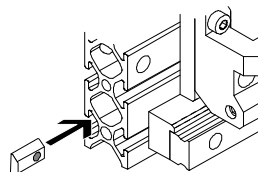

Fig. 8
- вкладыша типа HMBN-5-M5 (Fig. 8) или